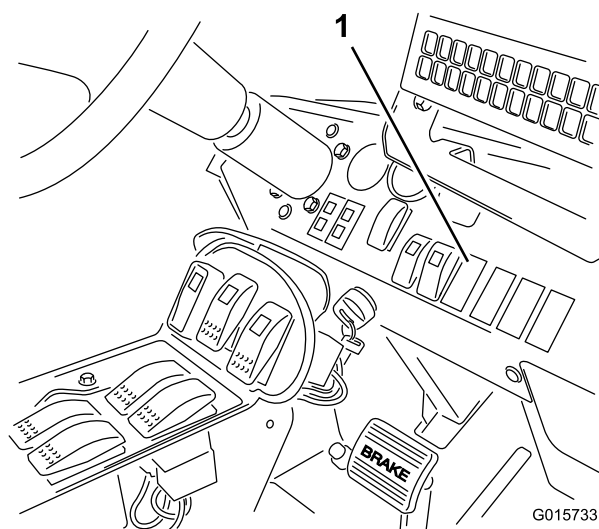

図 18
2. 図 18 に示すように、ダッシュボードのスイッチ取り付け位置をふさいでいるプラグを打ち抜く。